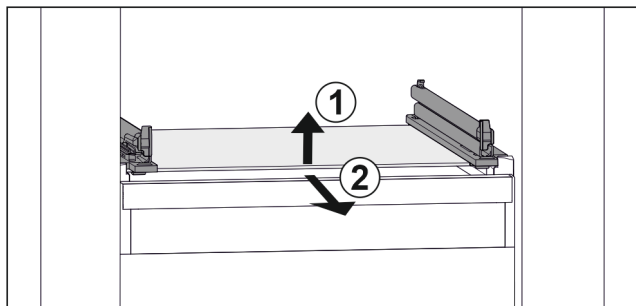

Fig. 34 Примерно изображение на стъклената плоча
- ▶ Повдигнете стъклената плоча отпред. Fig. 34 (1)
- ▶ Извадете стъклената плоча напред. Fig. 34 (2)